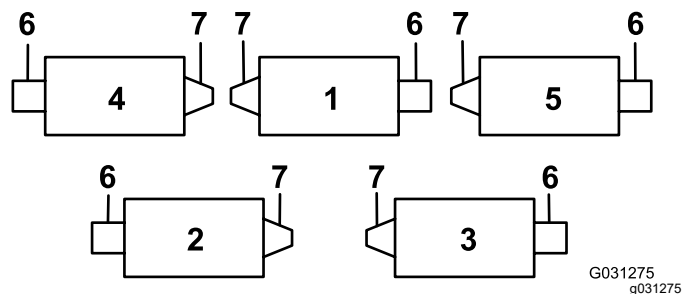
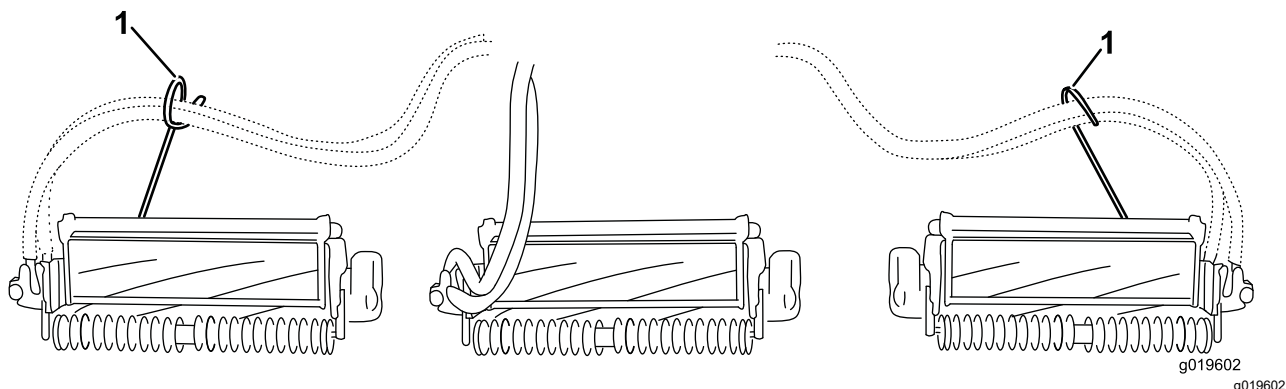
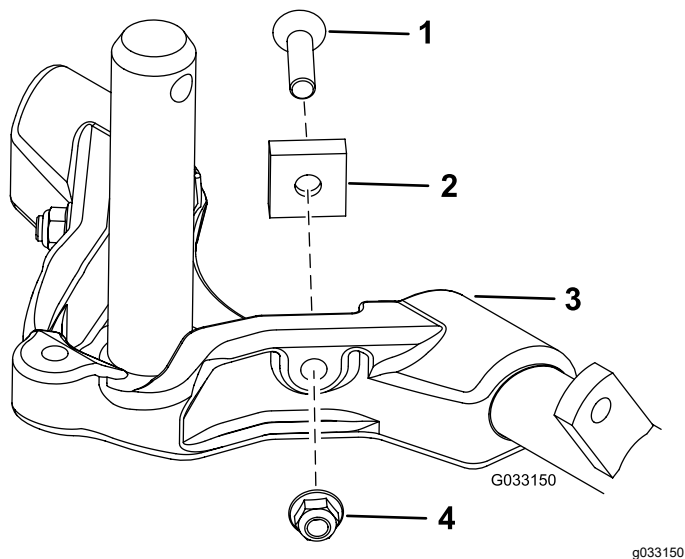

Figura 12
Figura 14
Figura 15
Importante: Sull'elemento di taglio n. 4 (anteriore sinistro) e n. 5 (anteriore destro), utilizzate i dadi di fissaggio della staffa dell'asta per montare le guide del flessibile sulla parte anteriore delle alette dell'elemento di taglio. Le guide del flessibile devono essere inclinate verso l'elemento di taglio (da Figura 12 a Figura 14)
7. Aumentate lo sterzo degli apparati di taglio posteriori rimuovendo i 2 distanziali del perno, le viti a esagono incassato e i dadi di bloccaggio flangiati (Figura 15) dai telai portanti degli apparati di taglio (apparati di taglio 2 e 3) posteriori; fate riferimento a Figura 12.